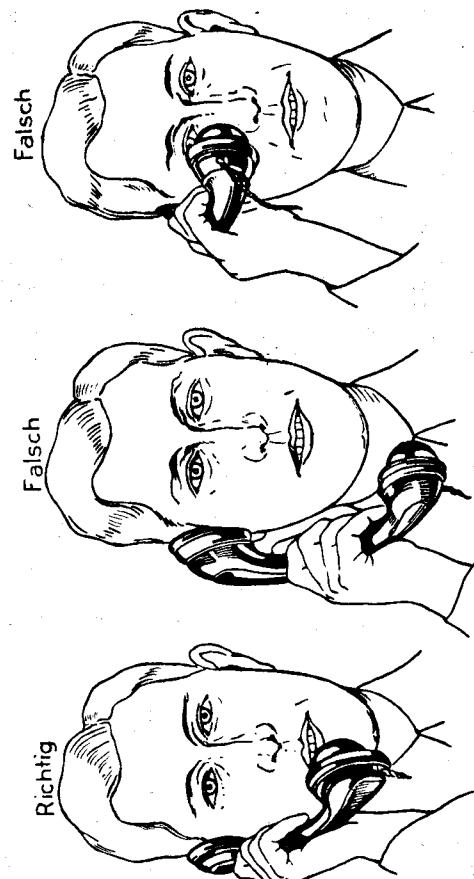

Bild 20. Haltung des Handapparates.
- 1.) Handapparat richtig halten: Fernhörer am Ohr, Mikrophon 2—3 Finger vor dem Mund, Sprechtrichter nicht zuhalten (s. Bild 20).